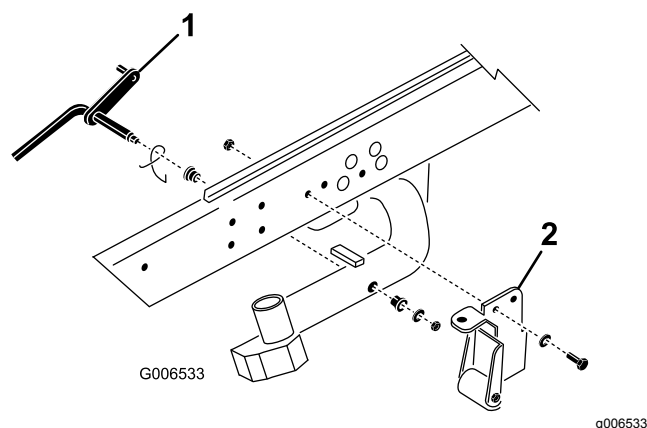

Figura 3
1. Rimuovete il dado di bloccaggio e la rondella che fissano l'asta orientabile al braccio di sollevamento n° 2 (Figura 3). Rimuovete l'asta orientabile e la molla dal braccio di sollevamento. Ripetete la procedura per i bracci di sollevamento n° 1 e n° 3.
sono necessarie durante l'utilizzo degli apparati di taglio con regolazione su due punti (DPA) (Figura 3).